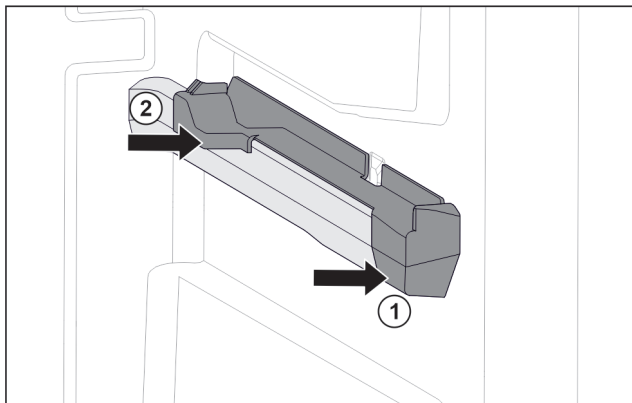

Fig. 85 Наставка върху дясното ребро на съда
- ▶ Поставете наставката отпред към реброто на съда. Fig. 85 (1)
- ▶ Притиснете наставката отзад. Fig. 85 (2)